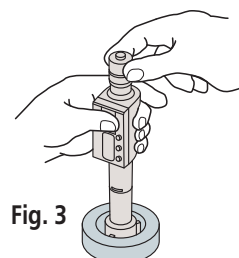

Fig. 3
1. Antes de aplicar a força de medição, posicione o instrumento no furo encostando suavemente as pontas de contato. Em seguida, opere a catraca de 5 a 6 vezes (o que equivale a 2 ou 3 voltas) aplicando assim a força de medição constante. **(Fig. 3)**